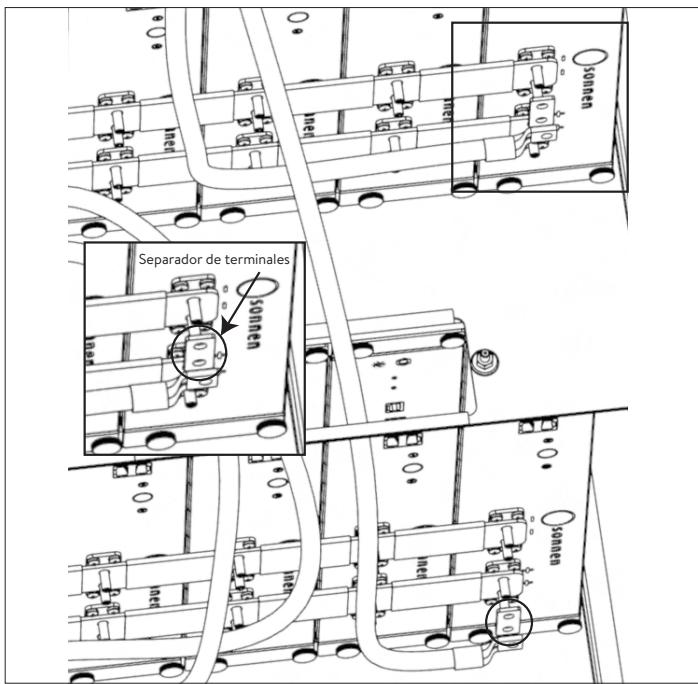

Fig. 59 Conexión de los cables de alimentación directos
- Conecte el cable de alimentación positivo del disyuntor de corriente continua al último terminal rojo dentro de la base (etiquetado con tres orificios arriba de la conexión en la Fig. 59.)
dos orificios arriba de la conexión en la Fig. 59.)
- Conecte el cable de alimentación del terminal positivo de la batería en el módulo de baterías 4 al otro terminal positivo (etiquetado con un agujero arriba de la conexión en la Fig. 59.)